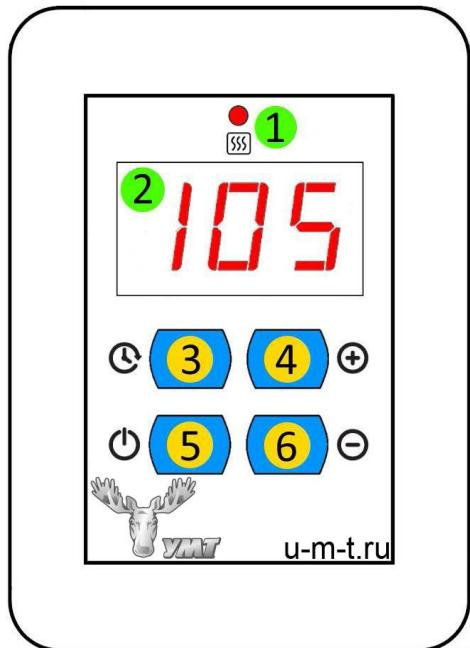

Рисунок 1
Далее на экране появится текущая температура с датчика температуры, который подключен к силовому блоку и установлен в сауне. Режим работы электрокаменки отображается с помощью индикатора включения (1)(см. рис.1). При включенном состоянии ТЭНов индикатор горит красным цветом.